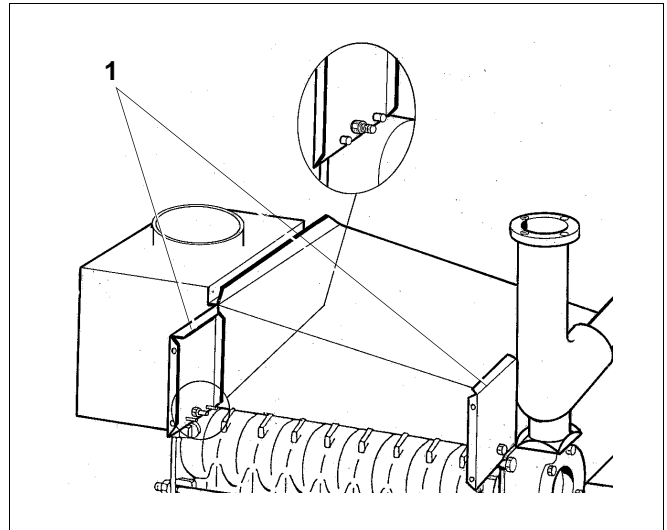

Fig. 42 Monter les consoles
- Monter les quatre consoles (fig. 42, **pos. 1**, sont comprises dans la livraison de l'habillage paquet B) sur les quatre éléments d'extrémité (face intérieure) avec une vis M8 x 35 (avec écrou et rondelle serrés) (voir fig. 42, face ouverte vers l'intérieur).